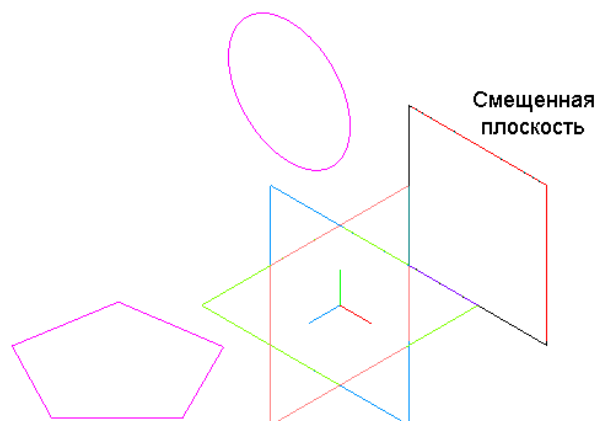

Рис. 5.18.
3.5. Нажмите кнопку **Создать объект** на **Панели специального управления** и прервите выполнение команды. Объект **Смещенная плоскость** создан (рис.5.18).